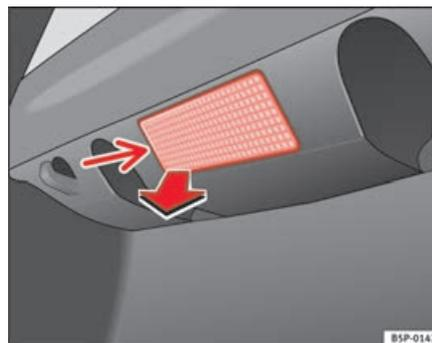

Fig. 199 Feu du coffre à bagages
- Retirez la tulipe en faisant pression sur le rebord de la partie intérieure de celle-ci -flèche- à l'aide d'un tournevis plat ⇒ fig. 199. ►